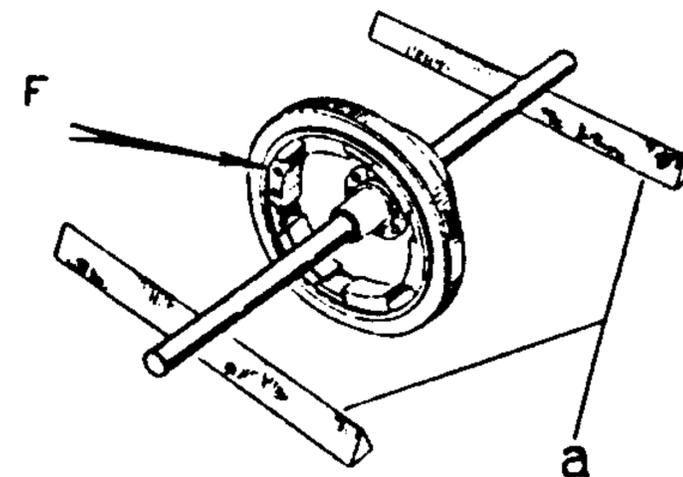

Fig. 20 - Controllo equilibratura rotore
7. - Controllare nuovamente la concentricità dei diametri con il mandrino T. 0026482 ed orologio comparatore (ved. fig. 20). Controllare usando tale mandrino ed i due coltelli « a » della fig. 20 l'equilibratura del rotore. Correggerla eventualmente praticando, in posizione opportuna, alcuni fori non passanti sulla faccia piana dell'espansione polare (ved. fori « F » in fig. 20).
2) Montare nel rotore l'apposita spina per l'equilibratura T.0028143 (come in fig. 20) e fissare detta spina tra le contropunte del tornio.
3) Controllare infine, servendosi sempre della spina T.0028143 l'equilibratura del rotore (è ammesso uno squilibrio max. di 0,30 g. applicati su \varnothing esterno) eseguendo eventuali fori non passati (ved. fig. 20) sulle espansioni polari.